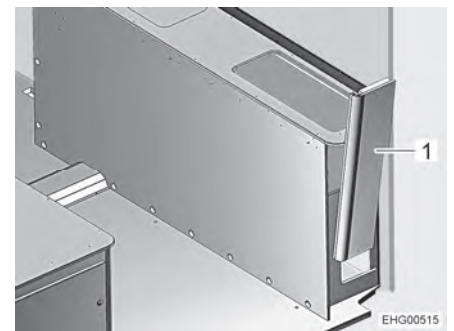

Bild 124 Bettkasten rechts, Seitenwand
- Seitenwand (Bild 124,1) unter leichten Rüttelbewegungen nach oben abnehmen.